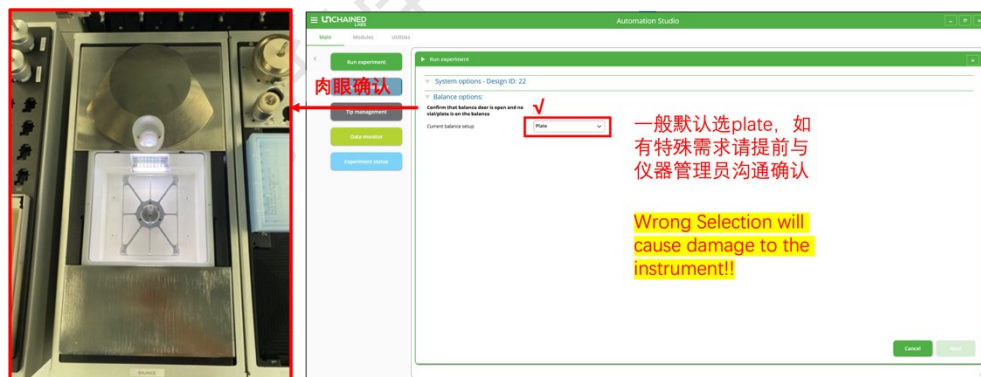

图 6-4-8
3) 确认天平状态：运行开始时，会先打开天平，请务必肉眼确认内部是空的以及载架选择正确后（如图 6-4-8 左），勾选“Confirm that balance door is open and no vial/plate is on the balance”，天平设置选择 Plate（如图 6-4-8 右，注意：天平默认选择 Plate 模式，若需要用小瓶称量，请提前跟仪器管理员沟通确认，选错模式会导致仪器损坏！），点击下一步。仪器会按照实验设计流程开始运行。